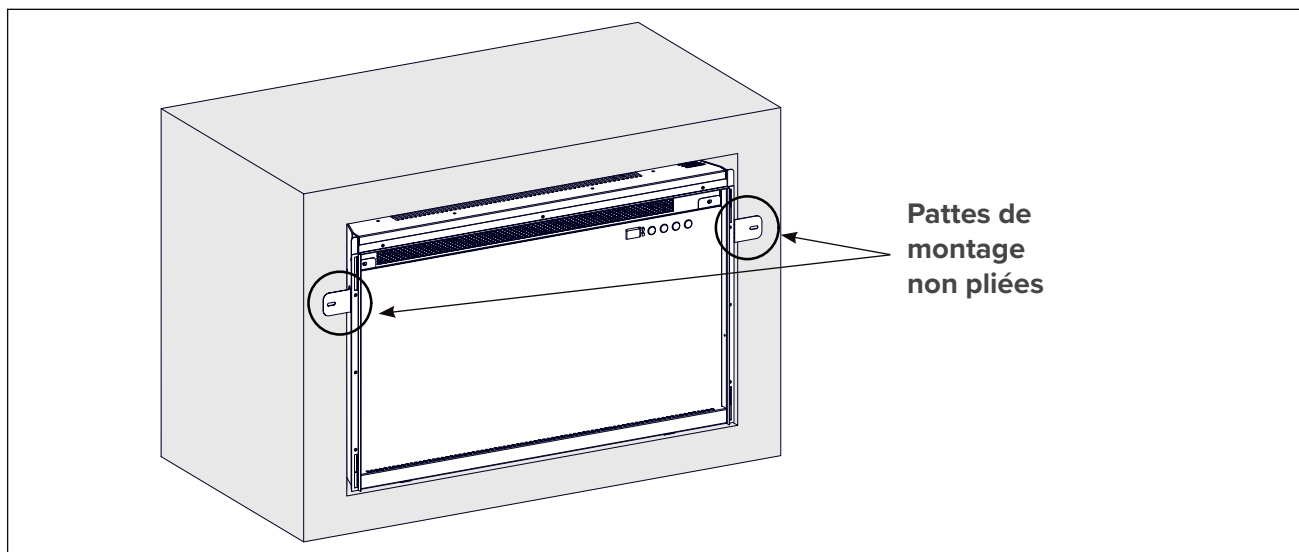

Fig. 2
- a. Une fois l'encastrement correctement positionné, fixez l'appareil à la structure du foyer existant à l'aide des languettes de montage à vis situées de chaque côté de l'appareil. Au besoin, ces languettes peuvent être redressées pour permettre l'installation dans des ouvertures plus petites comme illustré (**Fig. 2**).